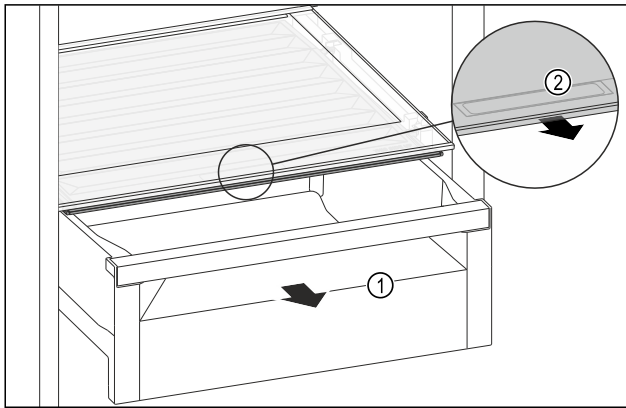

Fig. 169
- ▶ Schubfach Fig. 169 (1) herausziehen.
- ▶ Griffmulde Fig. 169 (2) am Fachdeckel anfassen und Fachdeckel gleichzeitig nach vorne ziehen.